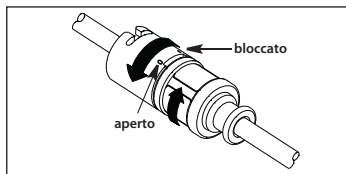

Figura 9
- b. Se si utilizza un sistema di protezione anti-contaminazione per catetere con l'adattatore TwistLock, ruotare la metà superiore dell'hub distale in senso orario per bloccare in situ il catetere. Riposizionare l'estremità prossimale del sistema di protezione per catetere nel punto prescelto. Ruotare le metà superiore e inferiore in direzioni opposte per il bloccaggio in situ. Verificare l'adattatore tirando lievemente il catetere per verificare la tenuta sul catetere (vedere Figura 9).